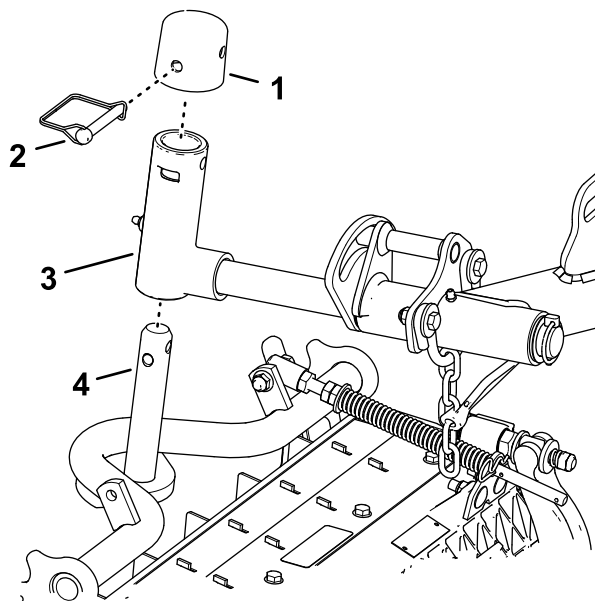

Figure 25
1. Glissez une unité de coupe sous le bras de levage (Figure 25).
Blocage du pivot des unités de coupe sur une pente – Bloquez le pivot des unités de coupe pour empêcher celles-ci de pivoter vers le bas quand vous tondez à flanc de pente. Utilisez le trou dans l'arbre de pivot du bras de levage (Figure 25) pour bloquer l'unité de coupe. Utilisez la fente pour une unité de coupe de direction.